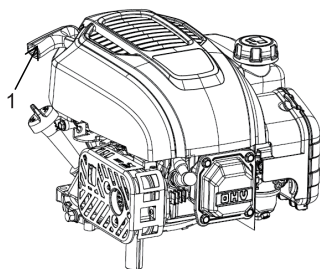

Figure.3 1--starter grip
⚠ AVERTISSEMENT: Ne laissez pas la poignée du démarreur (1) se rapprocher du moteur. Retournez-le doucement pour éviter d'endommager le démarreur. (Figure.3)